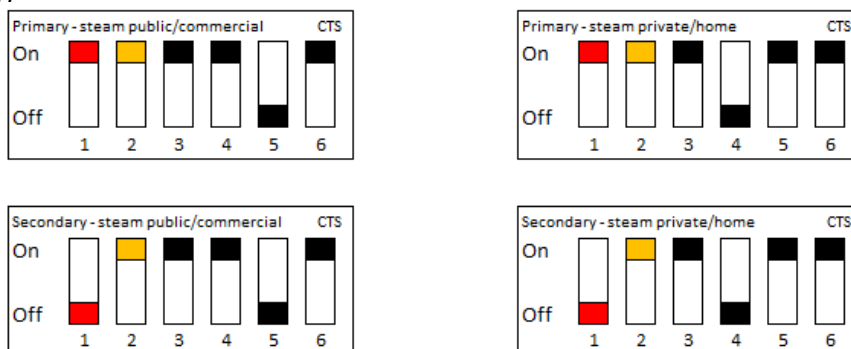

Fig. 17
Lorsque plusieurs générateurs sont interconnectés, l'un d'entre eux doit être le générateur primaire (Primary, réglage en usine) qui commande les autres générateurs. Les autres générateurs sont alors des générateurs secondaires (Secondary), selon le schéma de connexion de la Fig. 17
3. Sélectionnez un générateur de vapeur *secondaire* et modifiez les réglages sur le boîtier DIP pour lui donner le statut de générateur *primaire* selon le modèle. Voir la Fig. 17. Raccordez ensuite le panneau de commande au nouveau *primaire*. Une nouvelle « configuration initiale (initial setup) » sera nécessaire, dans la mesure où ce générateur n'avait pas été précédemment configuré comme *primaire*.